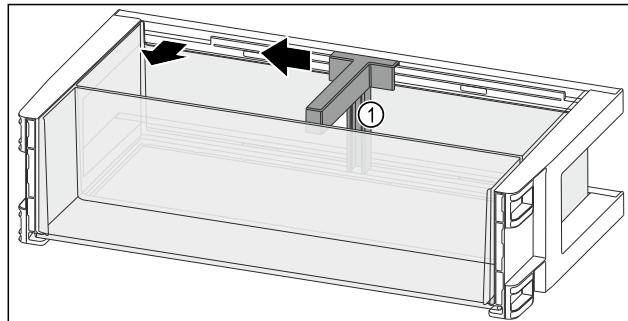

Fig. 120
- Пересуньте тримач пляшок Fig. 120 (1) убік до пазу.
- Вийміть тримач пляшок Fig. 120 (1).